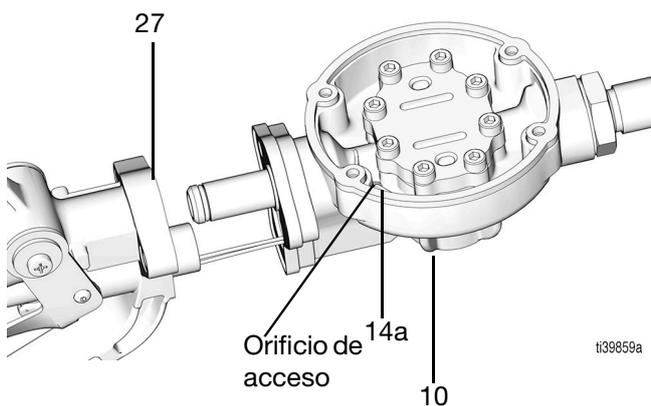

FIG. 11
10. Separe el alojamiento de la válvula (27) del alojamiento del medidor (10) introduciendo simultáneamente los cables de solenoide (14a) en el alojamiento del medidor (10) a través del orificio (FIG. 11).